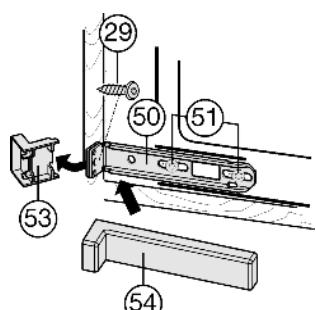

Fig. 19
- Немного ослабьте винты Fig. 19 (51).
- Закрепите нижний крепежный уголок Fig. 19 (50) с помощью винтов для стружечной плиты Fig. 19 (29) Ø4x19 на стенке мебели.
- Удалите выступающий конец крышки Fig. 19 (53). Он больше не понадобится.
- Затяните винты Fig. 19 (51).
- Установите крышку Fig. 19 (54) на нижний крепежный уголок Fig. 19 (50).